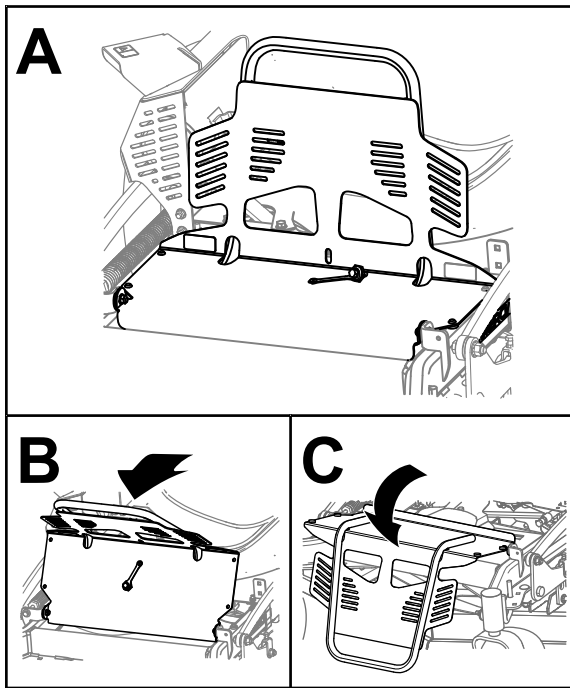

Figura 30
2. Gire el protector del motor hacia adelante, tal y como se muestra en la Figura 30